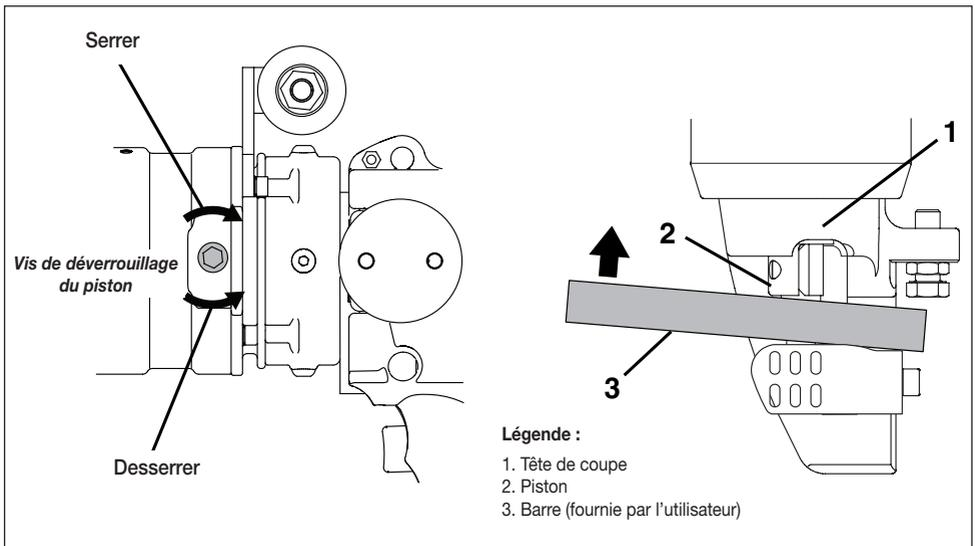

Figure 17, Procédure de rétraction manuelle du piston
Reportez-vous aux étapes suivantes. Voir la Figure 17 :
4. À l'aide d'un morceau de barre d'acier, poussez manuellement le piston dans le corps de la cisaille jusqu'à le ramener à la position d'origine. Voir la Figure 17, élément 3. Cela doit permettre de déloger la saleté ou tout autre corps étranger susceptible d'empêcher la rétraction du piston pendant le fonctionnement normal.
8. Nettoyez la partie exposée du piston. Enlevez les débris, les copeaux ou la saleté de cette zone. Voir la Figure 17, élément 2.